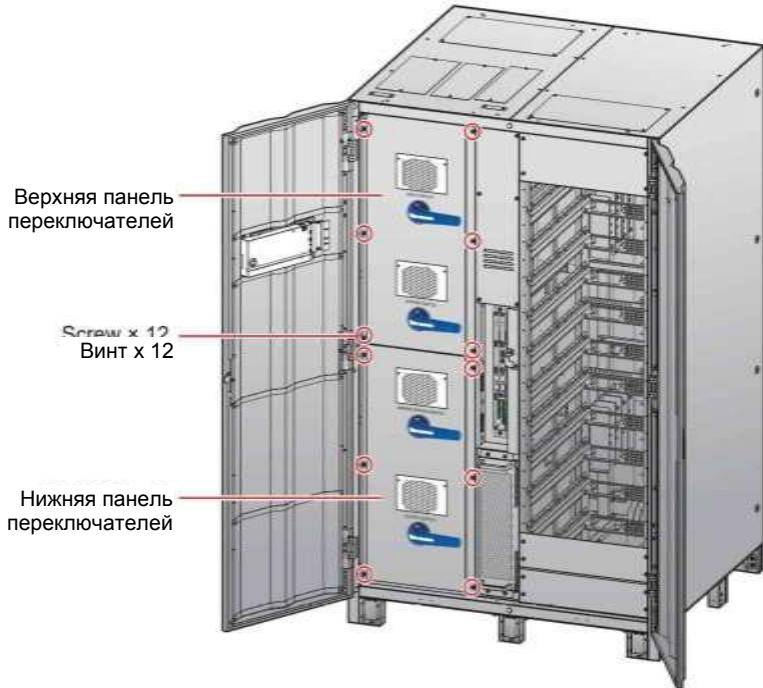

Рисунок 5-4: Расположение винтов панелей переключателей
- 1 Откройте передние дверцы и открутите 12 винтов, чтобы снять верхнюю и нижнюю панели переключателей, см. *Рисунок 5-4*. После снятия панелей будут видны входные клеммы питания переменного тока и входные клеммы байпаса, как показано на *Рисунке 5-5*.